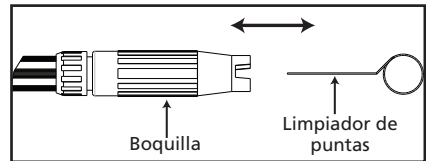

Figura 7
- Usando el limpiador de puntas que se incluye, o un sujetador de papeles desdoblado, introduzca el alambre en el orificio de la boquilla y muévalo hacia adelante y hacia atrás hasta quitar la obstrucción (vea la Figura 7).